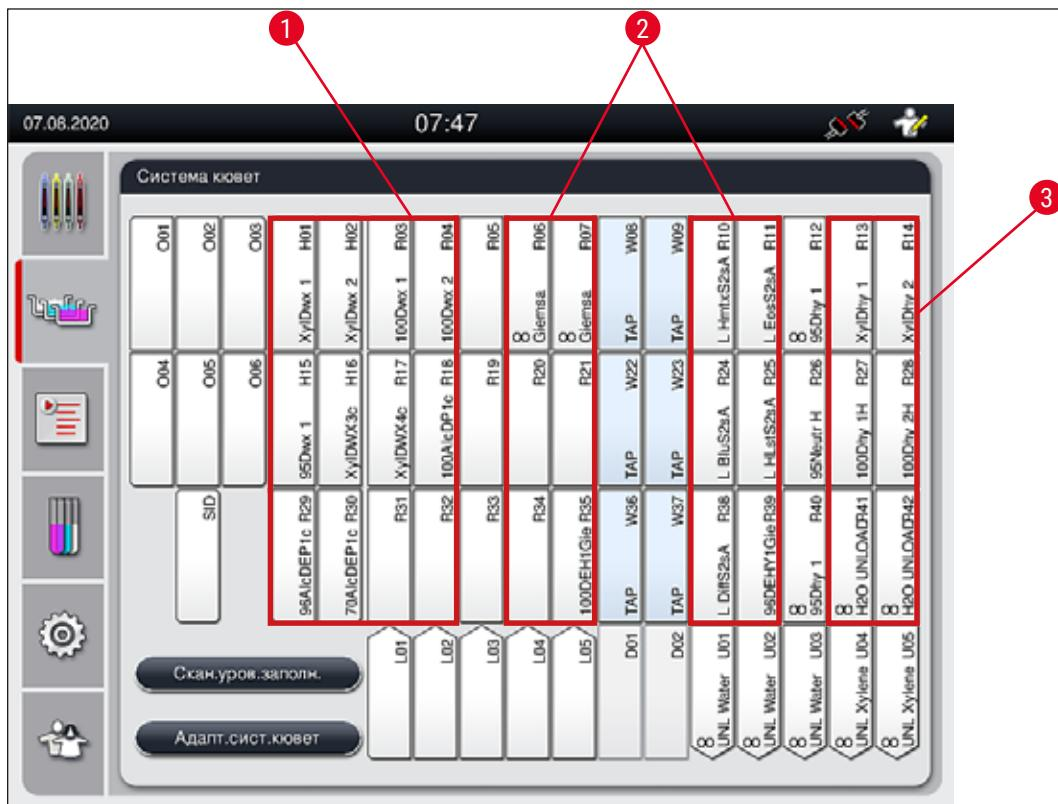

Рис. 40
- Красящие реагенты, за которыми должен следовать этап промывочной воды, располагаются по соседству с кюветами промывочной воды (→ "Рис. 40").